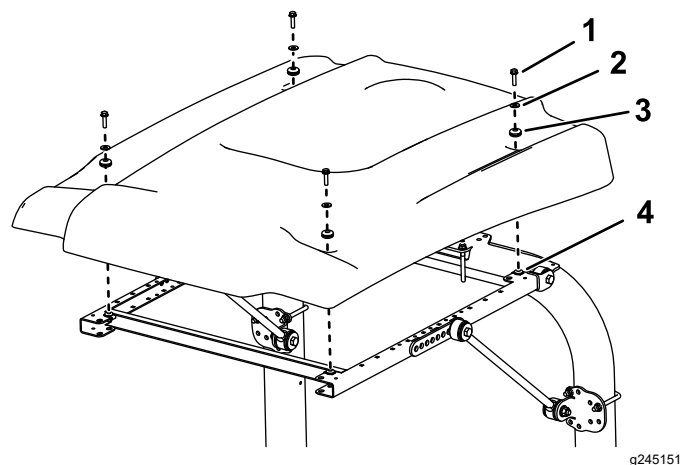

図 28
15. 図 28 に示すようにサンシェードをフレームに載せて、取り付け穴を整理させる。
16. サンシェードの各コーナー部をフレームに仮止めするフランジヘッドボルト 5/16 x 1 1/4" 1本、小さいワッシャ 1枚、ハトメ 1 個を使用する図 28。